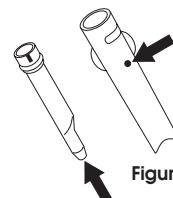

Figura 23
- Verificare che i due fori (indicati dalle frecce nella Figura 23) non siano intasati. Se necessario, pulirli servendosi di un ago o uno spillo.